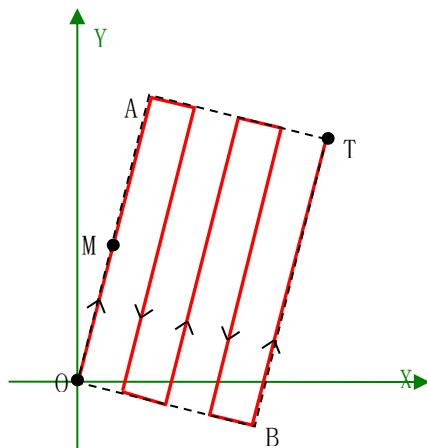

图 7.24 逐行模式的矩形插补运动示意图
如图 7.24 所示，要进行一次逐行模式的矩形插补运动，必须确定以下三个参数：
- (1) 对角位置，如图 7.24 中的点 T，该点确定了矩形的对角点。
- (2) 矩形方向标记位置，如图 7.24 中的点 M。矩形方向标记位置确定了矩形插补运动第一条边的运动方向，该方向为射线 OM 的方向。
此时，通过对角位置坐标及矩形边的方向，则可以确定该矩形区域的框架，如图 7.24 中的矩形 OATB。
- (3) 行数，如图 7.24 中矩形插补运动的行数为 5。通过行数参数，可以设置在指定矩形区域内进行矩形逐行插补运动的行数。